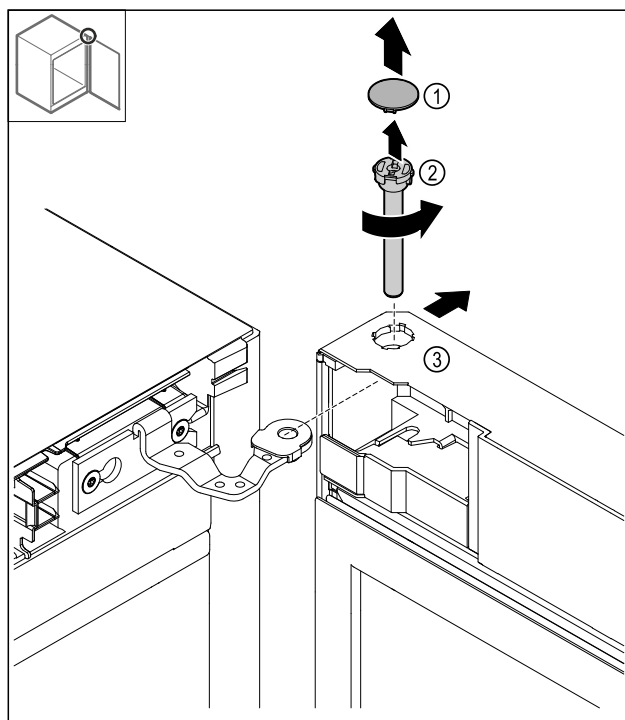

Fig. 18
- ▶ Tag afdækningen Fig. 18 (1) af.
- ▶ Løsn bolten Fig. 18 (2) mod uret, og træk den ud.
- ▶ Vip døren Fig. 18 (3) en smule.